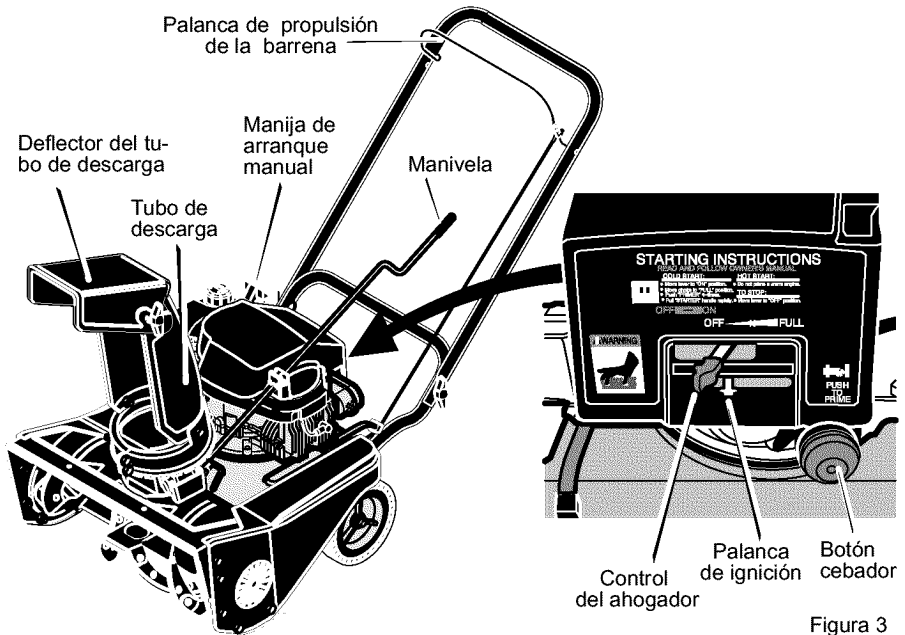

Figura 3
1. Para parar la descarga de nieve, suelte la palanca de propulsión de la barrena. Vea la Figura 3.